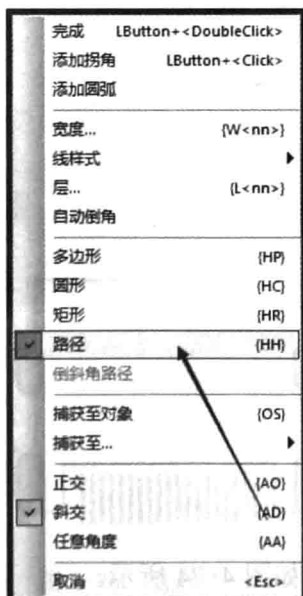
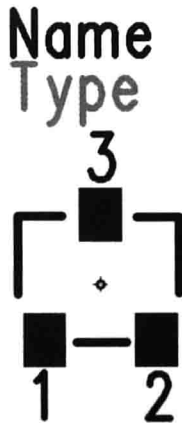

图 4-69 【路径】命令
图 4-70 添加 2D 线
(1) 添加丝印外框。在绘图工具栏中单击绘制 2D 线图标 。再单击鼠标右键，从弹出的快捷菜单中选择【路径】命令，如图 4-69 所示。现在软件处于添加路径 2D 线的状态，在工作区中单击鼠标左键就可以添加路径 2D 线的一个起点，再移动鼠标可以确认路径 2D 线的结束点，如图 4-70 所示。同理，可以选中 2D 线的边框并设置新的 X 和 Y 坐标。